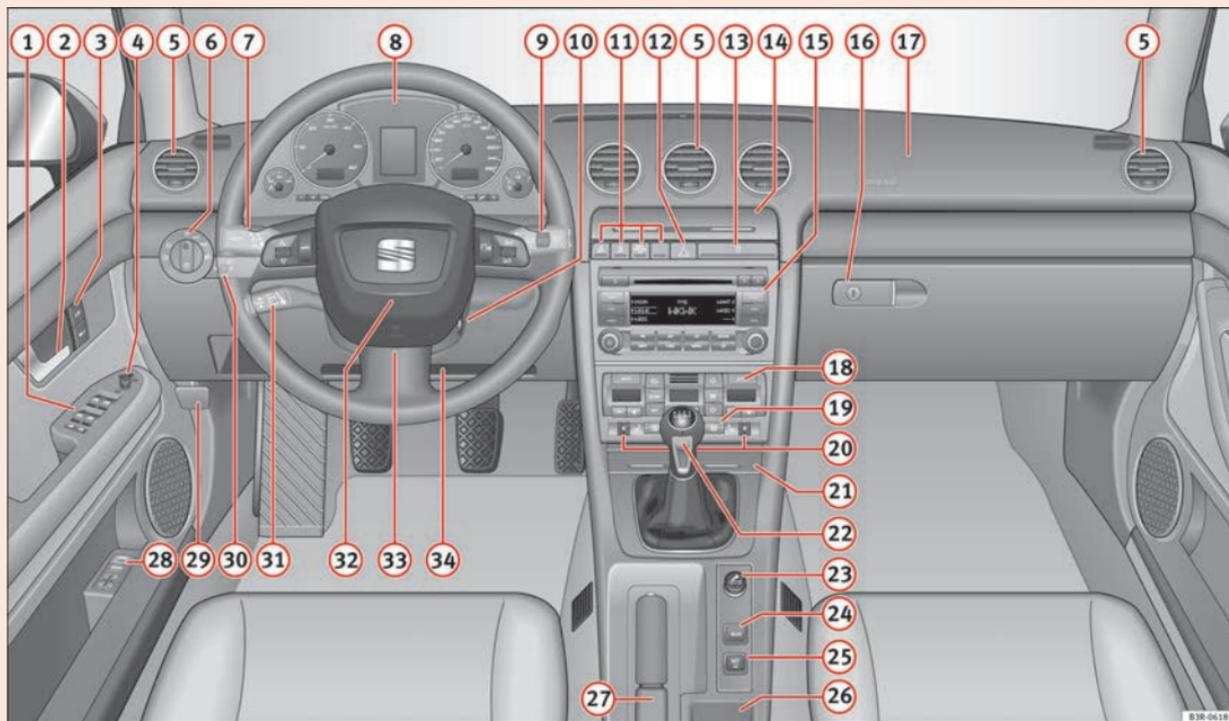

Fig. 37 Algunos de los equipamientos relacionados pertenecen sólo a determinadas versiones del modelo o son equipamientos opcionales.
- En vehículos dotados de volante a la derecha\*, la disposición de los elementos de mando difiere parcialmente de la que se muestra en la figura ⇒ fig. 37. Los símbolos de los mandos son, sin embargo, los mismos. ■